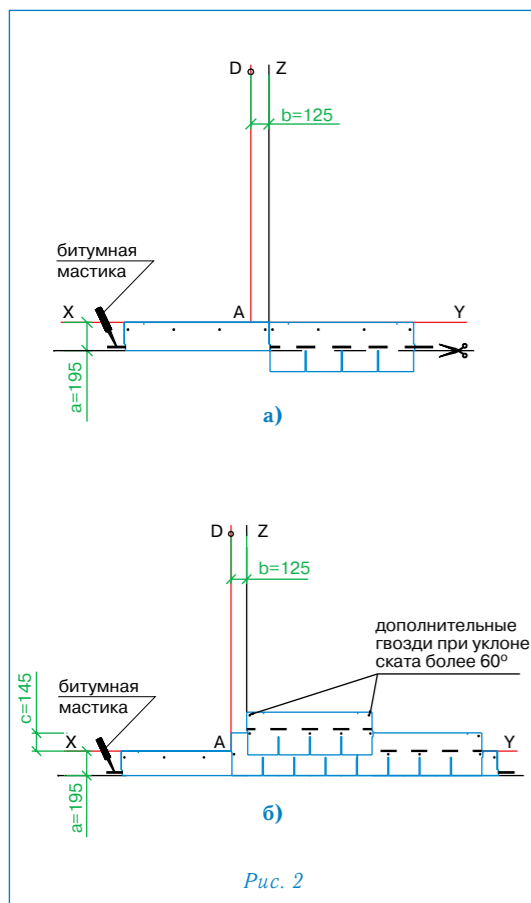

Рис. 2
Укладка материала (рис. 2)
Начальный ряд формируется из листов черепицы КЛАССИК обрезанных по линии образованной конечными точками вырезов. Полученные таким образом полосы шириной 19,5 см укладываются по линии карниза в обе стороны от линии Z (рис. 2а) и фиксируются по нижнему краю битумной мастикой, а по верхней кромке 4 гвоздями (ось гвоздей на 5 см ниже верхнего края полосы);
- далее первый ряд черепицы укладывается от линии AD (рис. 2б);
- второй ряд укладывается от линии Z (со смещением 12,5 см от AD) (рис. 2б);